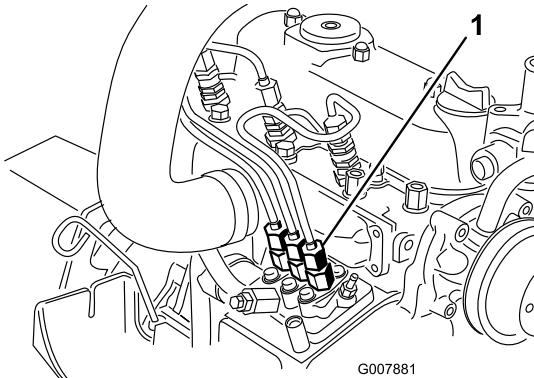

Figure 69
1. Placez un chiffon sous le raccord du tuyau allant de la pompe d'injection à l'injecteur N° 1 comme illustré à la Figure 69.